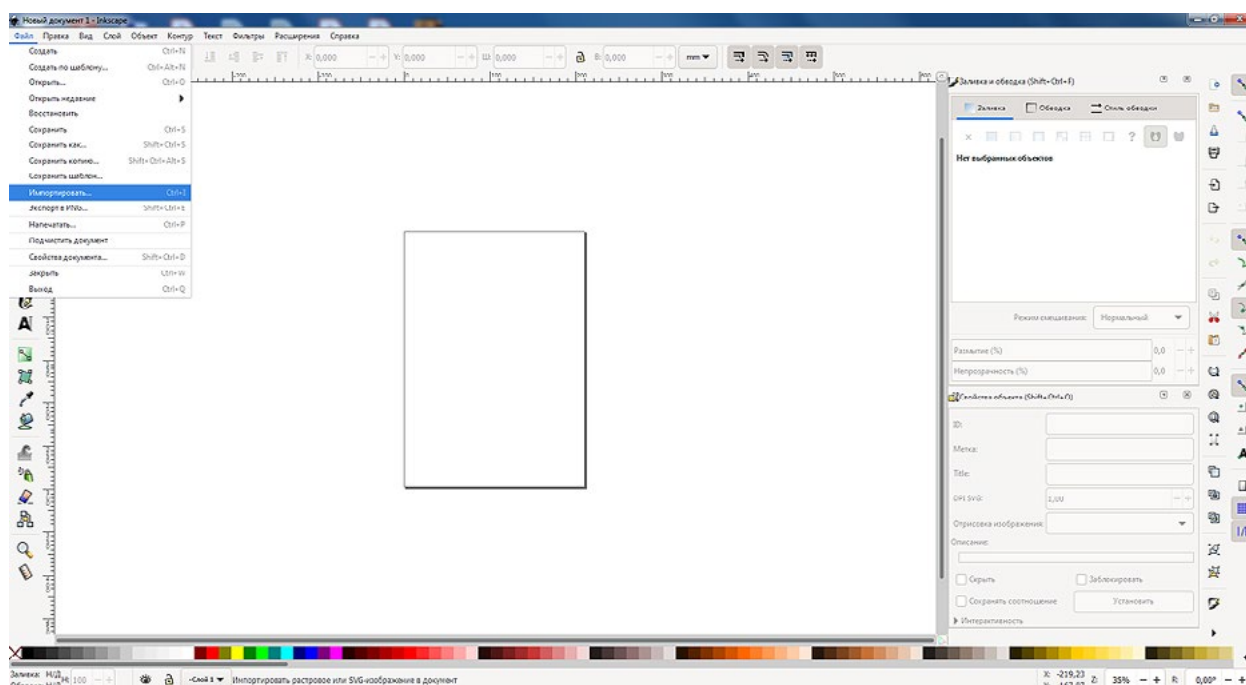

Рис. 1. Импорт эскиза в программу Inkscape
- 2.2. Разместить отсканированный эскиз (рис. 1).